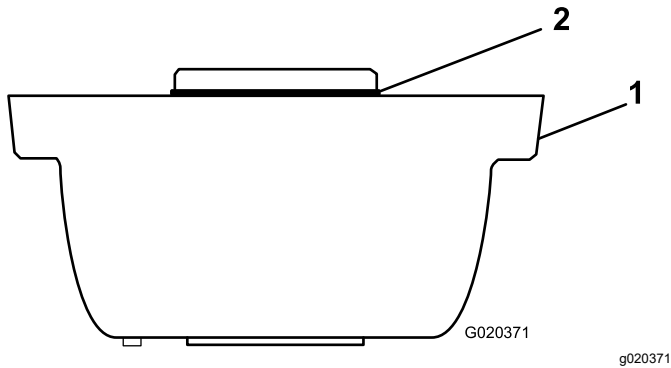

Figura 3
1. Certifique-se de que o anel de retenção está instalado na caixa da escova do rolo (Figura 3).